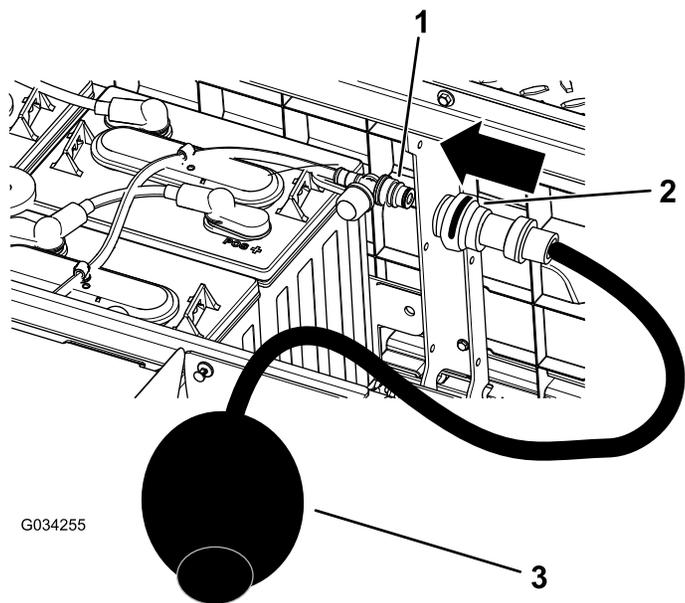

図 40
4. 水補給口に、トロの水補給用ハンドポンプをつなぐ **図 40**。